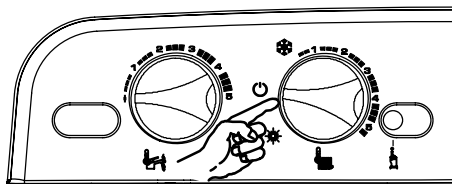

Fig. 5.45 Tablero de mandos
- 6 Para salir de la programación coloque el selector de función/manivela de regulación de la temperatura de calefacción como indica la **Fig. 5.45**